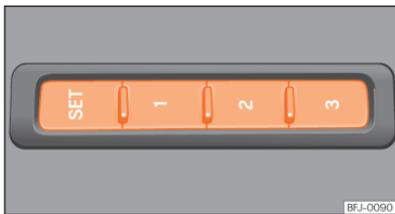

Fig. 79 No lado exterior do banco do condutor: botões de memória.
- Pressione o botão **SET** durante mais de 1 segundo »» **Fig. 79**.